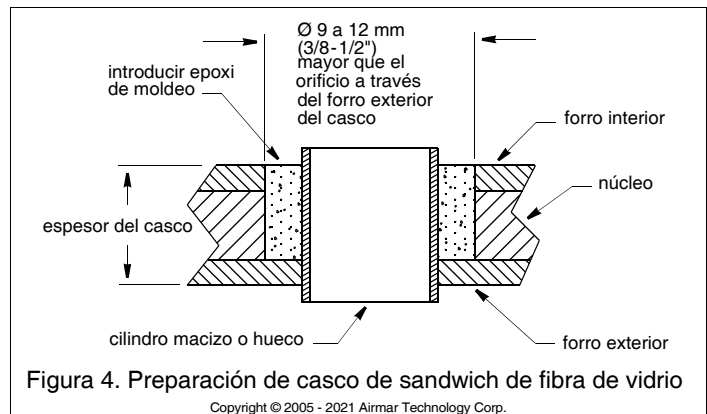

Figura 4. Preparación de casco de sandwich de fibra de vidrio
2. Con una broca hueca de Ø 51 mm o 2", recorte el orificio desde el exterior del casco únicamente a través del forro exterior (Figura 4).